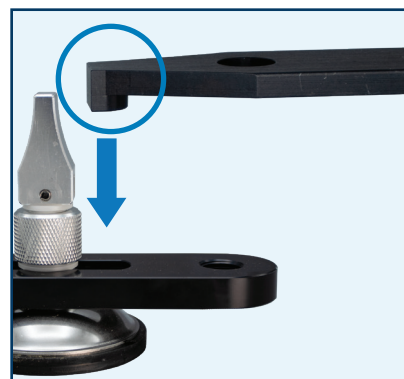

Abbildung 2
4. Positionieren Sie den Adapterarm auf dem Stützarm (Abbildung 2).
ANMERKUNG: Wenn der Adapterarm korrekt positioniert ist, sollte der Positionierungsstift (in Abbildung 2 eingekreist) bündig mit dem Innenrand des ovalen Zentrumslochs des Stützarms sein, und die Löcher für die Armschraube sollten ausgerichtet sein.